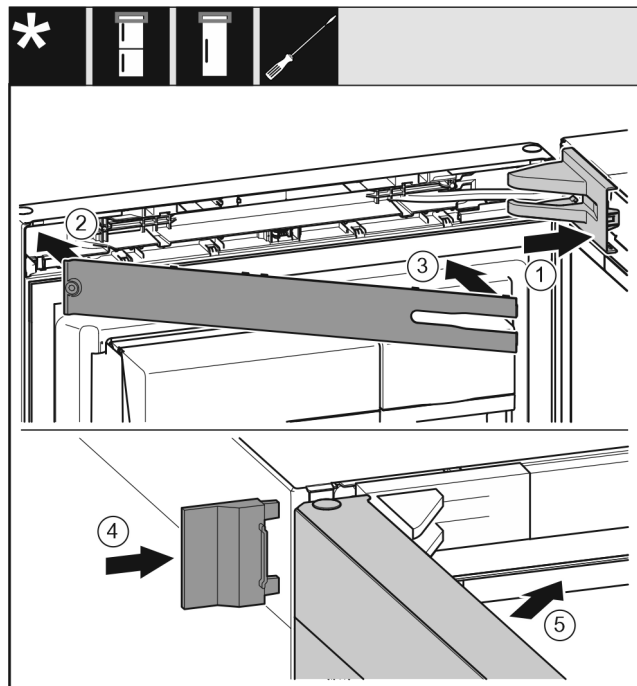

Fig. 25
- ▶ 放上并插入托架盖 Fig. 25 (1)，如有必要小心地按压分开。
- ▶ 盖上隔板 Fig. 25 (2)。
- ▶ 隔板 Fig. 25 (3)。
- ▶ 插入外盖 Fig. 25 (4)。
- ▶ 关闭冰箱上方门 Fig. 25 (5)。